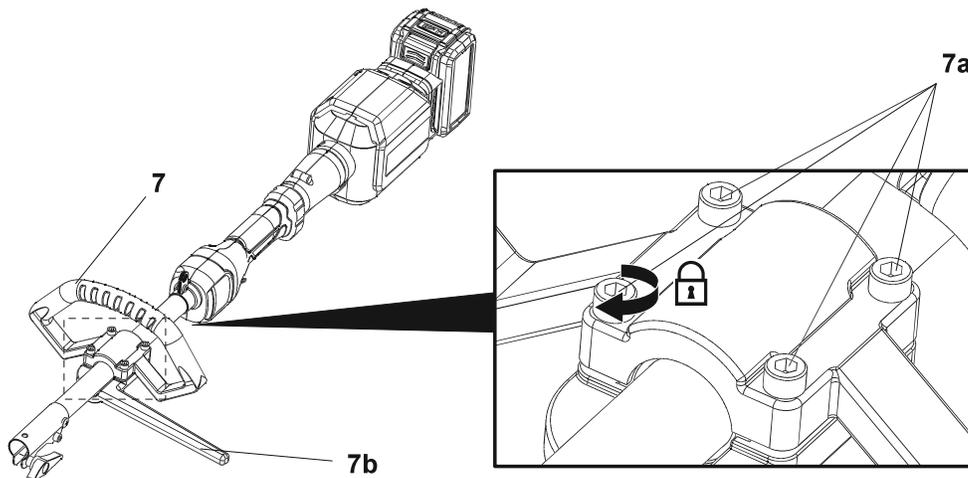

Fig. 3
A pega auxiliar (7) está pré-montada no cabo da unidade do motor. Verifique se a pega auxiliar (7) está firmemente apertada e se a barreira (7b) está pré-fixada do lado do utilizador. Se não for esse o caso, volte a montar e aperte os quatro parafusos de fixação (7a) com uma chave hexagonal adequada (não fornecida) (Fig. 3).